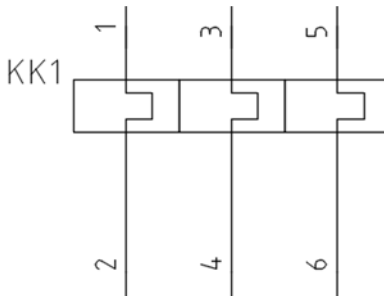

Рисунок 4.2 - Позначення виводів теплового реле
21. Аналогічним чином призначте номери висновків для решти елементів теплового реле, як показано на рис. 4.2.